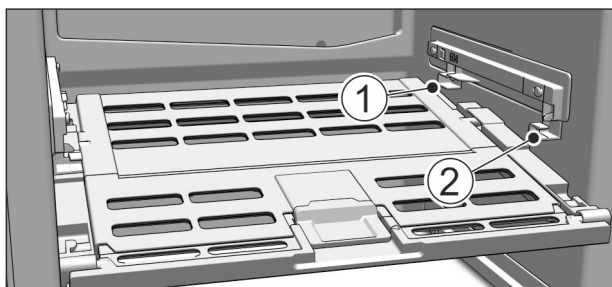

Fig. 51
- ▶ Вставляння кришки відділення Fruit & Vegetable-Safe: вставити поперечні ребра кришки знизу у задній тримач Fig. 51 (1) і зафіксувавши спереду у тримачі Fig. 51 (2).